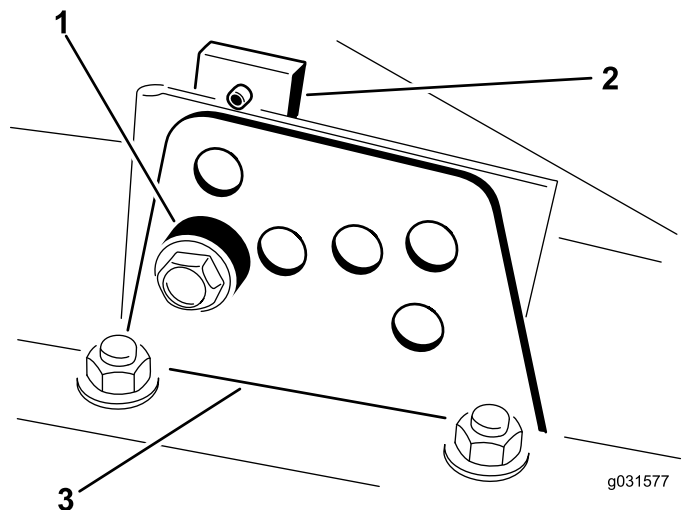

図 17
2. 図 17のように、各刈り高ブラケットを刈り高プレート前と右と左に固定しているボルトをゆるめる。
4. チェンバを支えておきながらスペーサを取り外す 図 17。